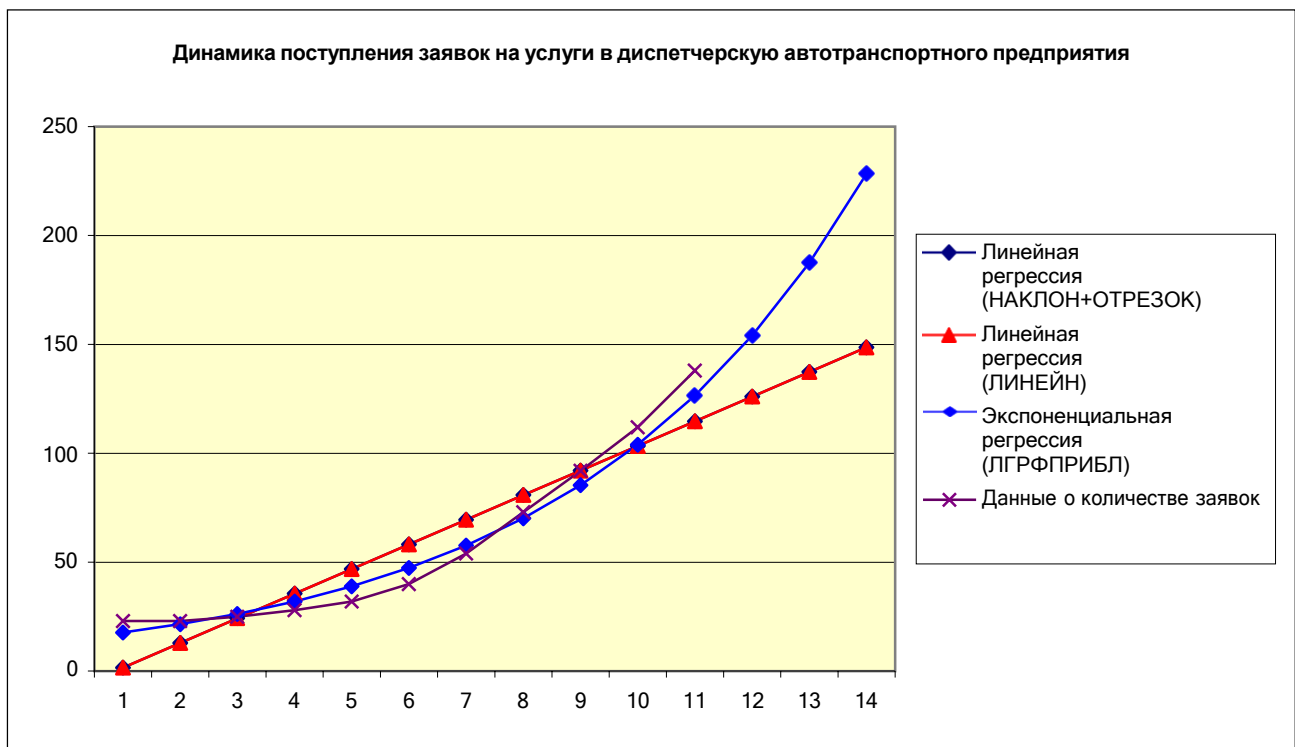

Рис. 4.11. Диаграмма «Динамика поступления заявок»
3. Для исходных данных и полученных рядов данных построена диаграмма, изображенная на рис. 4.11.